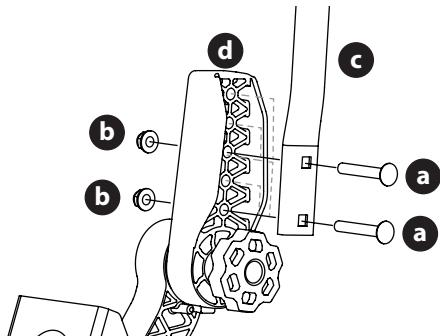

Figura 8
1. Extraiga los dos tornillos de carro (a) y las dos tuercas de seguridad con brida (b) que sujetan la palanca de control de la transmisión de barra de seguridad (c) hasta el regulador de palanca superior (d) (Figura 8).
2. Mueva la palanca de control de la transmisión de barra de seguridad hasta una de las tres alturas disponibles y sujétela en su lugar con los tornillos del carro y las tuercas de seguridad con brida (Figura 8).
4. Si las palancas de control no se alinean después de ajustar la perilla, afloje las tuercas (b), alinee las palancas de control y vuelva a apretar las tuercas. Una vez que se realiza este ajuste fino, las palancas de control se alinearán al usar el ajuste de la perilla (Figura 8 en la página 43).